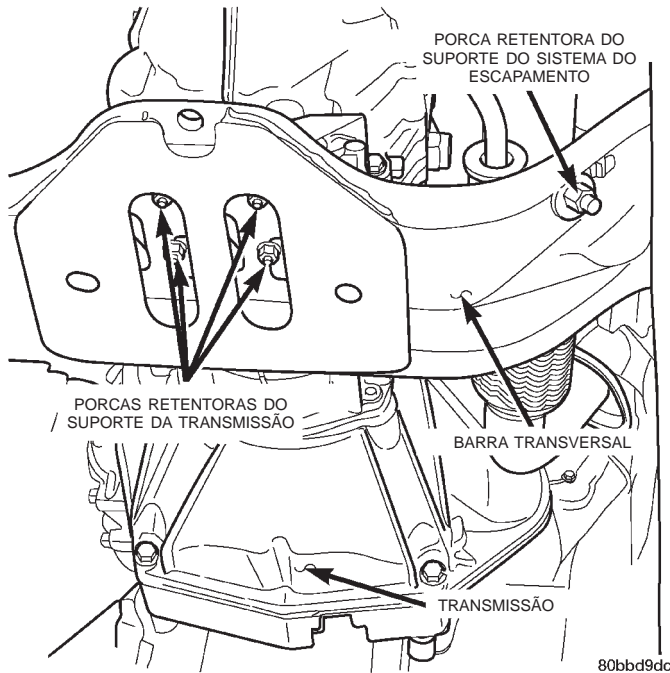

Fig. 20 Localização do Suporte do Sistema de Escapamento
(51) Retire as 4 porcas retentoras do rolamento do eixo central e remova o conjunto da árvore de transmissão do veículo.
(52) Remova as 2 porcas retentoras do cano de entrada do sistema do escapamento.
(53) Remova da carcaça em forma de sino da embreagem, o parafuso do suporte do sistema do escapamento.
(54) Remova da barra transversal do suporte da transmissão, a porca do suporte do sistema do escapamento (Fig. 20).
(56) Remova da barra transversal da transmissão, as 4 porcas retentoras do suporte da transmissão (Fig. 20).
(57) Posicione um macaco de transmissão e suspenda o conjunto da transmissão o suficiente para permitir que a barra transversal seja deslizada diretamente para trás.